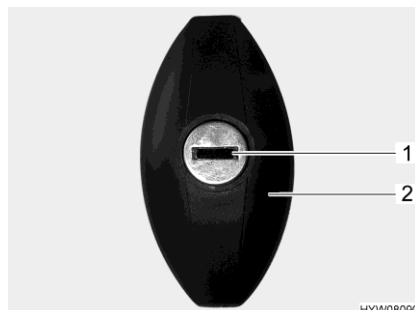

Fig. 61 Serratura dello sportello
- Inserire la chiave nel cilindro della serratura (Fig. 61,1) e ruotare in senso antiorario di un mezzo giro. La maniglia della serratura (Fig. 61,2) scatta all'infuori.